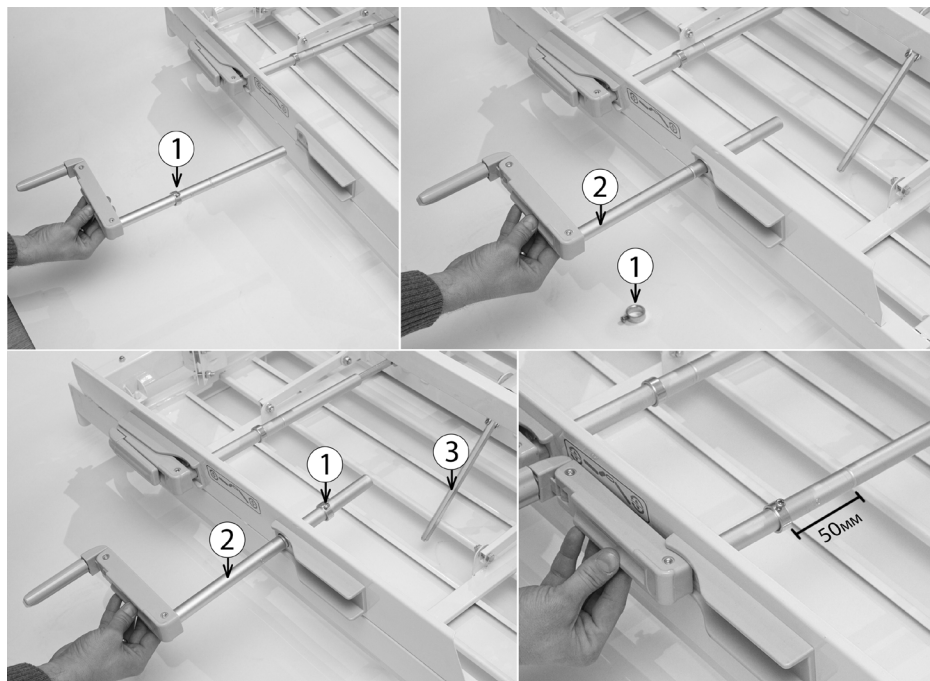

Рис. 4 Установка ручки управления привода.
3. Закрепите фиксирующее кольцо (1) на расстоянии 50 мм от канавки на валу ручки управления привода (см. Рис. 4).